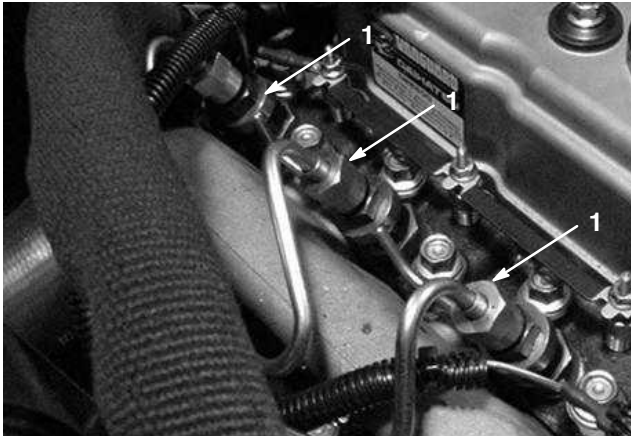

Bild 55
1. Lockern Sie den Leitungsanschluss zur ersten Düse und zu der Halterungsgruppe (Bild 55).